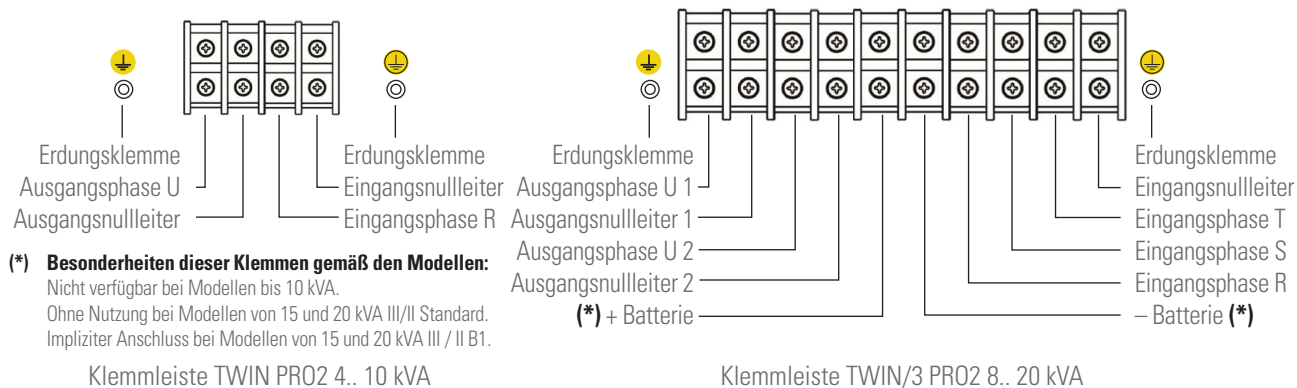

Abb. 17. Anschlussklemmleiste.
- Die Eingangskabel an den entsprechenden Klemmen gemäß der Konfiguration des vorhandenen Geräts anschließen [siehe Abb. 17].
- Die Verbraucher an die Ausgangsklemmen oder an den Ausgang 1, U und N **anschließen, wobei die Reihenfolge der Phase und des Neutralleiters** zu beachten ist, die auf der Gerätekennzeichnung und in diesem Handbuch angegeben ist [siehe Abb. 17]. Ansonsten können Störungen und/oder Ausfälle an der USV und/oder am Verbraucher oder an den Verbrauchern auftreten.
Neutralleiters zu beachten ist, die auf der Gerätekennzeichnung und in diesem Handbuch angegeben ist [siehe Abb. 17]. Ansonsten können Störungen und/oder Ausfälle an der USV und/oder am Verbraucher oder an den Verbrauchern auftreten.